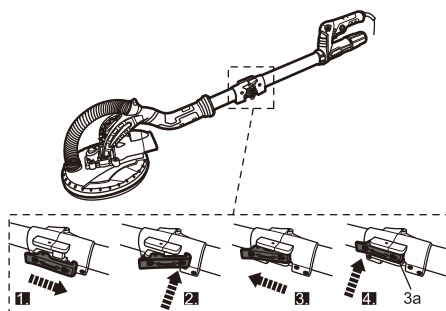

Fig. 2
- > Fije la conexión de los dos tubos con el dispositivo de bloqueo (3a) (Fig. 2).